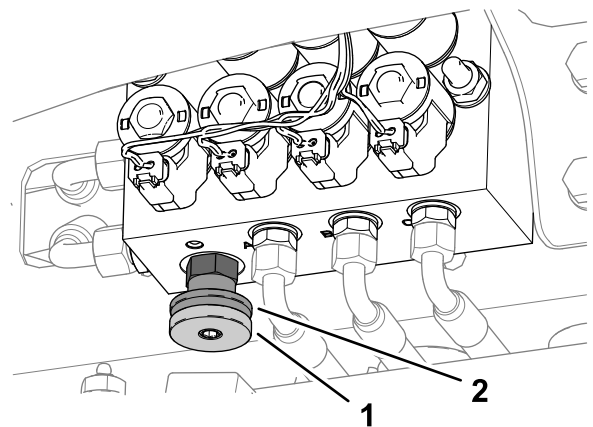

Bild 40
2. Lösen Sie auf der linken Seite der Maschine, unterhalb des Staufachs, das Arretierrad des Gewichtsverlagerungsverteilers um eine ½-Umdrehung gegen den Uhrzeigersinn, während Sie das Handrad festhalten (Bild 40).
3. Drehen Sie das Handrad für die Gewichtverlagerung (Bild 40) wie folgt:
4. Ziehen Sie das Arretierrad wieder fest (Bild 40).